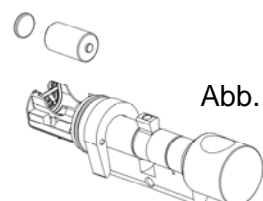

Abb. 5
7. Die Hauptbatterie wird mit dem Pluspol zur Tür in die Halterung eingesetzt, der Pluspol der Backup-Batterie zeigt von der Tür weg (Abb. 5).